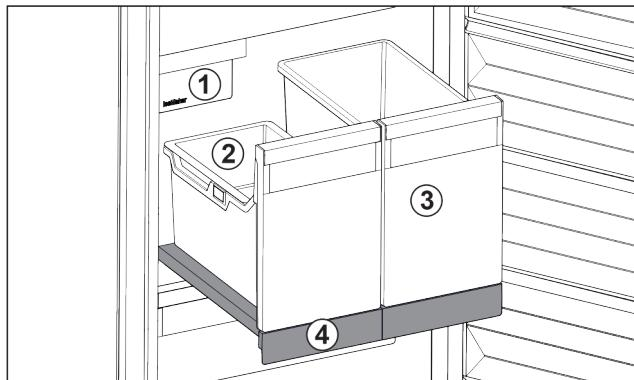

Fig. 99 Auszugsbord mit IceTower
- (1) IceMaker
- (2) Einfüllschale für Eiszapfen
- (3) Behälter für z. B. Pizza, alkoholische Getränke
- (4) Auszugsbord
Auf dem Auszugsbord sind zwei hohe Behälter (IceTower). Im Behälter Fig. 99 (2) werden Eiszapfen aus dem IceMaker gesammelt und gelagert. Behälter Fig. 99 (3) eignet sich für die Lagerung von hohen Lebensmitteln wie Pizzen oder alkoholischen Getränken.